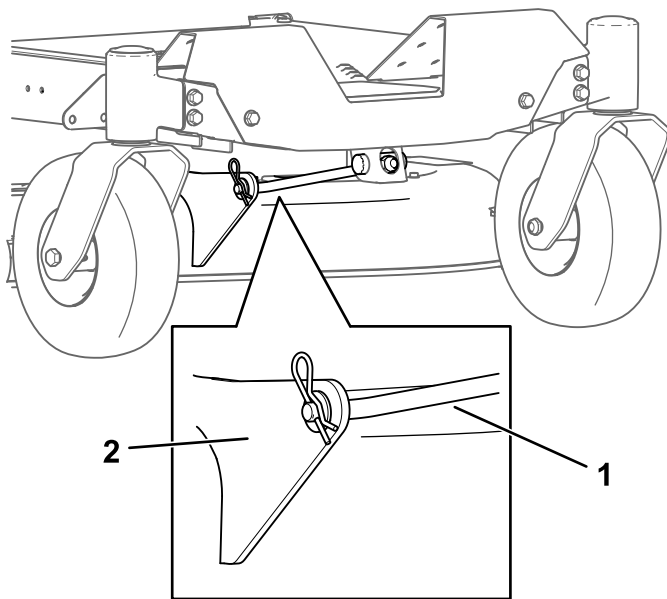

Figura 72
4. Retire la chaveta de la varilla de soporte delantera y retire la varilla del soporte de la carcasa (Figura 72).
- Conecte la varilla de soporte delantera a la carcasa de corte con el pasador y la chaveta (Figura 72).